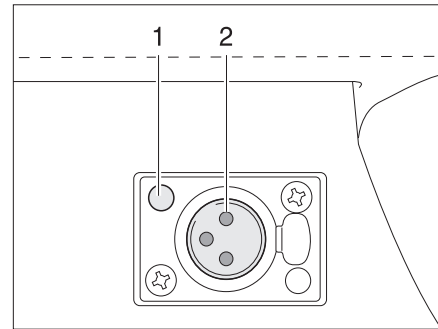

Bild 108 Steckdose
- Stecker im Fuß der Steckleuchte in die Steckdose (Bild 108,1) stecken, bis er hörbar einrastet. Dabei auf die Position der Kontakte (Bild 108,2) achten.